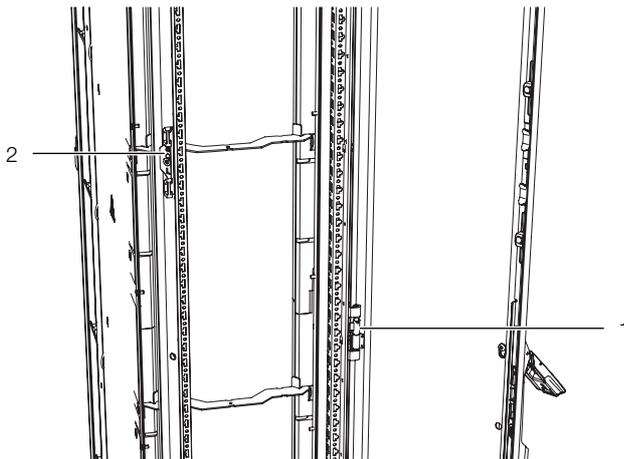

Abb. 30: Befestigungselemente am Liquid Cooling Package – Rückansicht
- Scharnierbolzenaufnahmen (Abb. 30, Pos. 1) sowie zugehörige Verschlusssteile (Abb. 30, Pos. 2) am LCP Inline demontieren und analog hinten am Adapter wieder montieren.